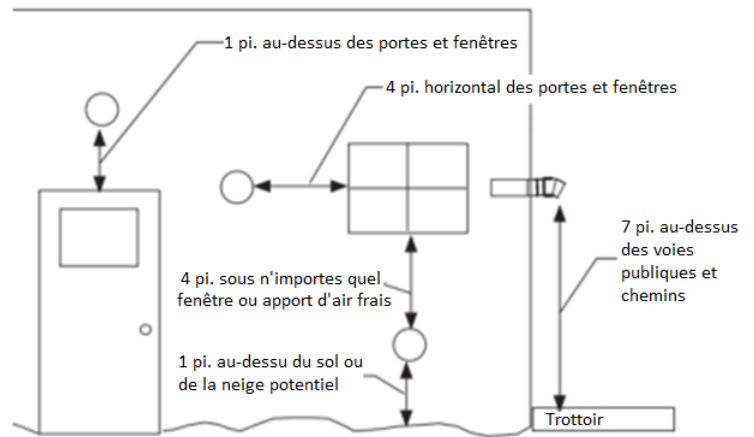

Figure 1 - Exigences de terminaison horizontale
• Lors de la ventilation à travers un mur latéral, terminez le système à au moins 12 po (0,3 m) au-dessus du sol et au-dessus de la ligne de neige dans les zones géographiques où la neige s'accumule. La zone de terminaison doit toujours être dégagée de neige et de glace. Voir la figure 1. • Terminez le système à au moins 7 pi (2,1 m) au-dessus d'une allée ou d'une allée publique, à au moins 6 pi (1,8 m) de l'entrée d'air de combustion de tout appareil ou à 3 pi (0,9 m) de tout autre ouverture de bâtiment, compteur de gaz, régulateur de service ou similaire. Une distance moindre peut être permise si elle est spécifiée dans les instructions d'installation de l'appareil. Il doit également se terminer à au moins 3 pi (0,9 m) au-dessus de toute entrée d'air forcé à moins de 10 pi (3,1 m) et se terminer à au moins 4 pi (1,2 m) au-dessous, 4 pi horizontalement de ou 1 pi (0,3 m) au-dessus toute porte, fenêtre ou entrée d'air par gravité dans un bâtiment tel que prévu dans le Code national du gaz combustible ANSI Z223.1 et NFPA 54. Voir la figure 1. Un jugement correct peut nécessiter de plus grandes distances selon le côté de l'équipement installé ou pour permettre la neige dérive ou tombe en tombant des toits aériens ou des arbres. La terminaison doit être suffisamment éloignée des arbres, arbustes ou objets décoratifs pour éviter tout dommage.